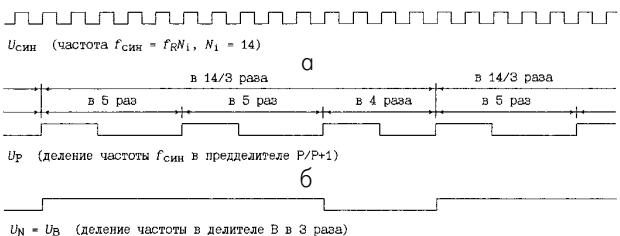

рис. 2
казанном на **рис.2**, при использовании делителей с коэффициентами  $P = 4$ ;  $A = 2$  и  $B = 3$ . В соответствии с формулой (2), ее второй частью, которую можно рассматривать как алгоритм деления частоты, частота следования импульсов двух групп по 5 импульсов в каждой (A групп по  $P+1$  импульсов) делится в предделителе на 5 ( $P+1$ ), рис.2, а, б. Затем частота импульсов третьей группы (одной группы, так как  $B-A = 1$ ), содержащей 4 импульса ( $P$ ) делится на 4 ( $P$ ). Переключение коэффициента деления производится делителем A, подсчитавшим два импульса с выхода предделителя (число подсчитываемых импульсов определяется коэффициентом A). Выходные импульсы предделителя  $P/(P+1)$  показаны на рис.2, б. Их средняя частота следования в  $14/3$  раза меньше частоты следования входных импульсов. Импульсы с выхода предделителя поступают на делитель B, в котором частота их следования делится на 3 (B), рис.2, в. В конечном счете, вместо 14 импульсов, поступивших на вход "Integer-N", на его выходе, являющимся выходом делителя B, будет один импульс. Описанный процесс периодически повторяется. В результате в рассматриваемом делителе будет непрерывное деление частоты на 14.